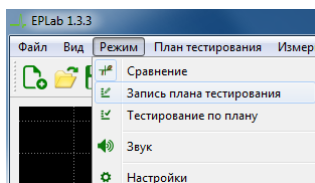

Рисунок 21. Пункт меню "Запись плана тестирования" ПО EPLab.
2. Для начала записи плана тестирования, перейдите в пункт меню "Режим" -> "Запись плана тестирования" (Рисунок 21) или нажмите на иконку  на верхней панели.